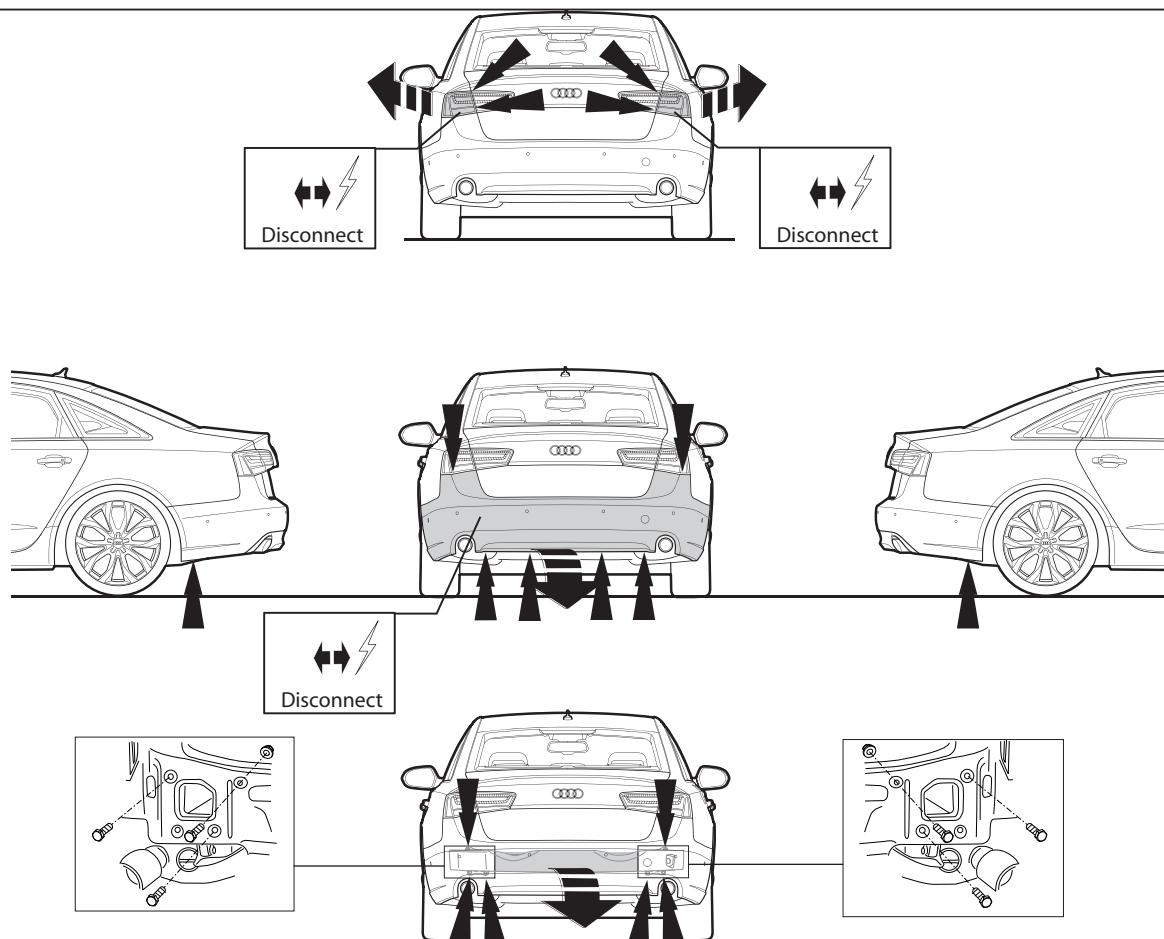

Fig. 1
Replace the bolts. See figure 1.
1. Die Rücklichter abmontieren. Die Stoßstange einschließlich des stählernen Stoßbalkens vom Fahrzeug abmontieren. Der Stoßbalken wird nicht mehr benötigt. Die Schrauben wieder anbringen. Siehe Abbildung 1.
- Démontez les fûts arrêter. Déposez le pare-chocs du véhicule y compris la traverse en acier ; la traverse ne sera plus utilisée. Remettez les boulons de fixations en place. Voir la figure 1.
1. Demonter baglysenhederne. Demonter baglysenhederne. Demonter kofangeren, inklusive køretøjet stålstødbjælke. Denne bliver overflødig. Se fig. 1.